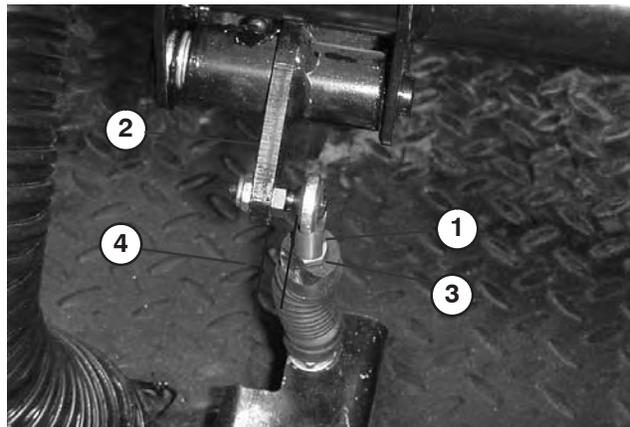

Figure 63
**Important** L'extrémité de la tige doit être d'équerre sur la rotule, sans vriller, et rester parallèle à la pédale d'embrayage quand l'écrou de blocage est serré (Fig. 63).